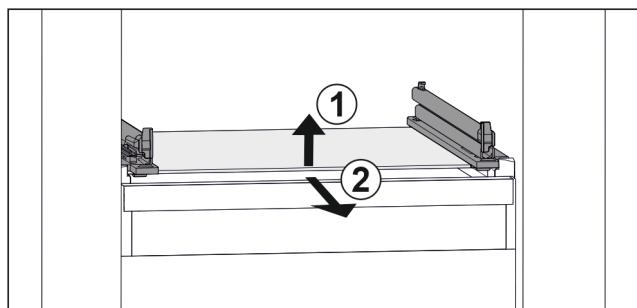

Fig. 34 Примерно изображение на стъклена плоча
- Повдигнете стъклената плоча отпред. Fig. 34 (1)
- Извадете стъклената плоча напред. Fig. 34 (2)